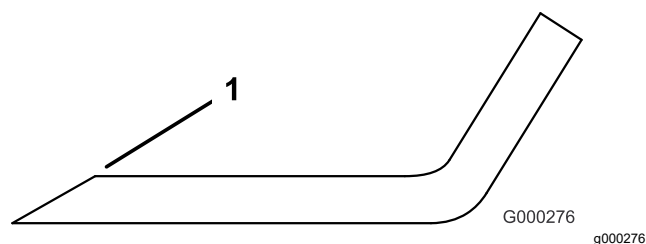

Figura 100
3. Inspeccione los filos de corte de todas las cuchillas, y afílelos si están romos o tienen mellas (Figura 100).
Nota: Afíle únicamente la parte superior del filo y mantenga el ángulo de corte original para asegurar un filo correcto (Figura 100). La cuchilla permanece equilibrada si se retira la misma cantidad de material de ambos filos de corte.